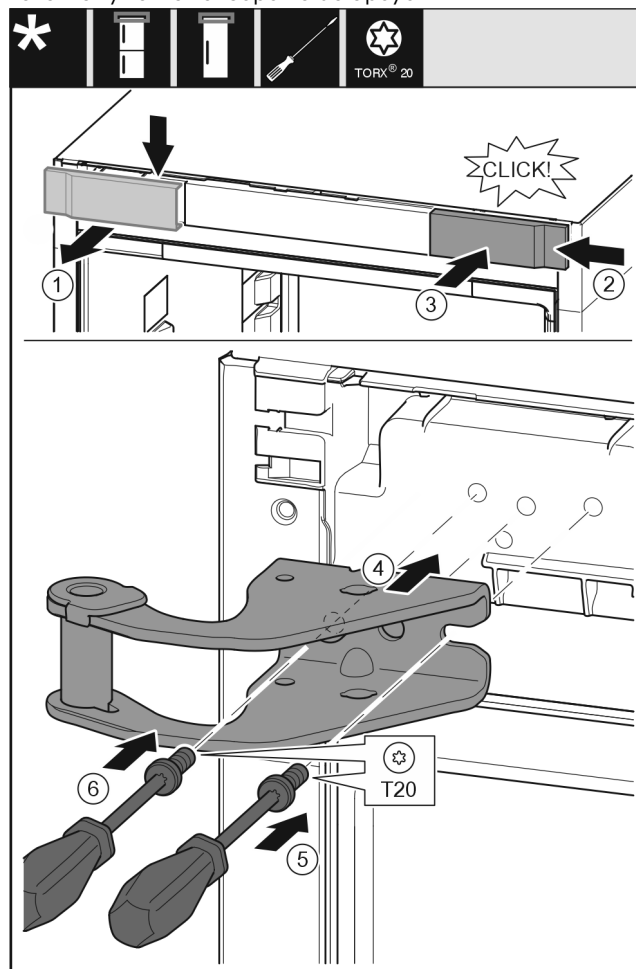

Fig. 8
- Retirar la cubierta desde arriba hacia delante. Fig. 8 (1)
- Enganchar por la derecha la cubierta girada 180° en el otro lado. Fig. 8 (2)
- Encajar la cubierta. Fig. 8 (3)
- Colocar el soporte de apoyo superior. Fig. 8 (4)
- Colocar y apretar el tornillo con el destornillador T20. Fig. 8 (5)
- Introducir y apretar el tornillo con el destornillador T20. Fig. 8 (6)